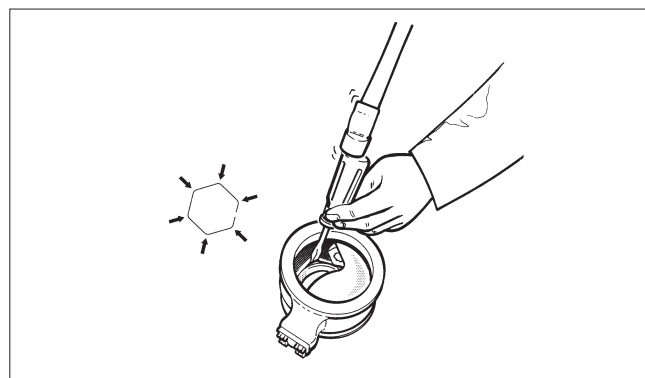
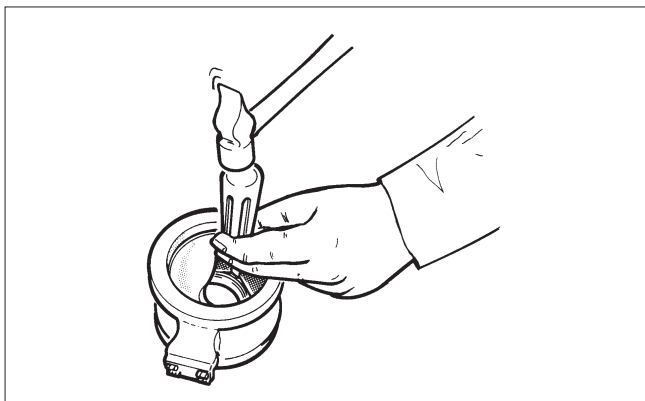

Fig. 30 Banke fjederen ind i rillen
Fig. 31 Banke på fjederen efter at have vendt sædet rundt
- Sæt en skruetrækker på hver synlig fjedervinkel den ene efter den anden og bank fjederen ind i rillen, se fig. 30.
- Drej segmentet 180° med uret og bank resten af fjedervinklerne ind i rillen, fig. 31. Et specialværktøj tilgængeligt fra producenten kan også anvendes til arbejdsfaserne i fig. 30 og 31.